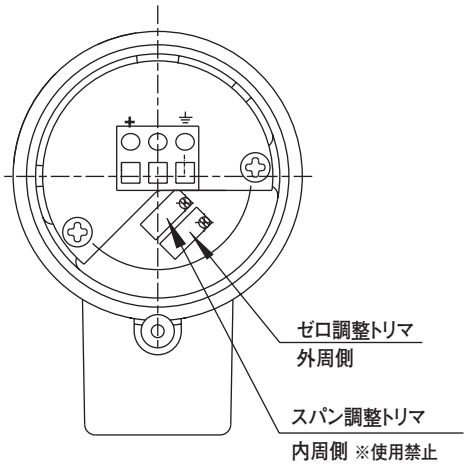

図2 ゼロ調整トリマ位置
- 5.4 設置条件により0%出力が変化している場合は、図2のトリマ位置を参考にゼロ調整トリマにて調整してください。他のトリマ調整は、おこなわないでください。